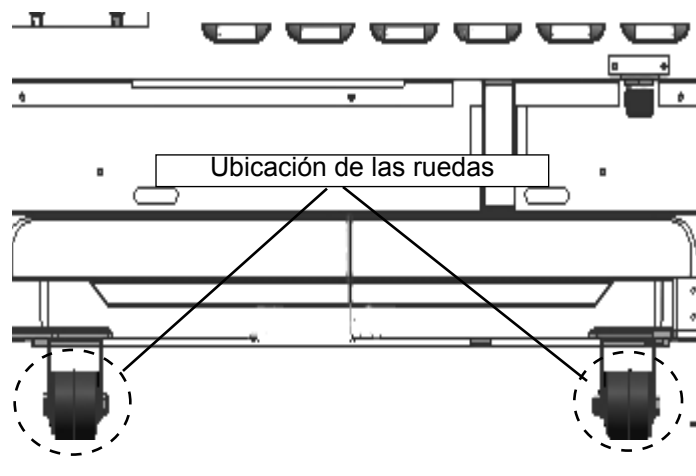

Figura 27: Ubicación de las ruedas
1. Las patas traseras de las estufas tienen ruedas (vea la Figura 27). Esas ruedas facilitan el desplazamiento de la estufa. Puede empujar la estufa en su posición final levantando ligeramente la parte delantera del aparato.